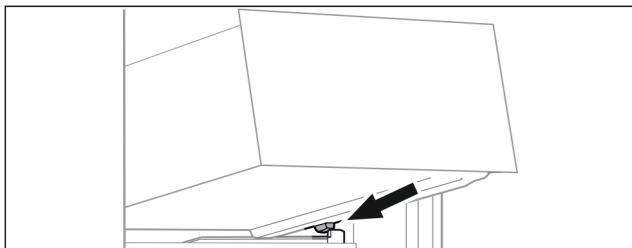

Fig. 92
- ▶ Наклоняя вниз, установите выдвижной ящик за стопоры на контейнерное ребро. (см. Fig. 92)